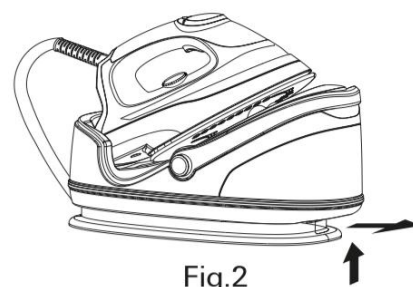

Fig.2
1. premir o bloqueio do depósito de água para cima e fazer deslizar o depósito de água amovível para fora da base. (Fig.2)